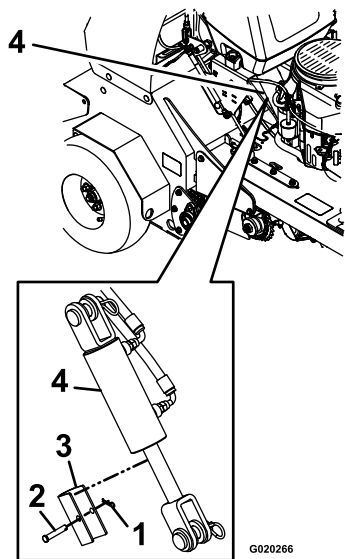

Figure 8
10. Retirez et conservez la goupille fendue, l'axe de chape et la butée de vérin, comme montré à la Figure 8.